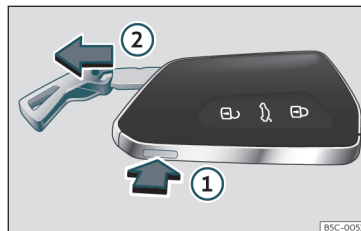

Fig. 75 Chiave del veicolo: estrarre lo spadino della chiave.
- Premendo una volta il pulsante » **fig. 75** ① si sblocca la chiave e compare un occhietto che funge da portachiavi.
- Tenere premuto il pulsante ① e contemporaneamente tirare l'occhietto in direzione della freccia » **fig. 75** ② per estrarre completamente lo spadino della chiave.